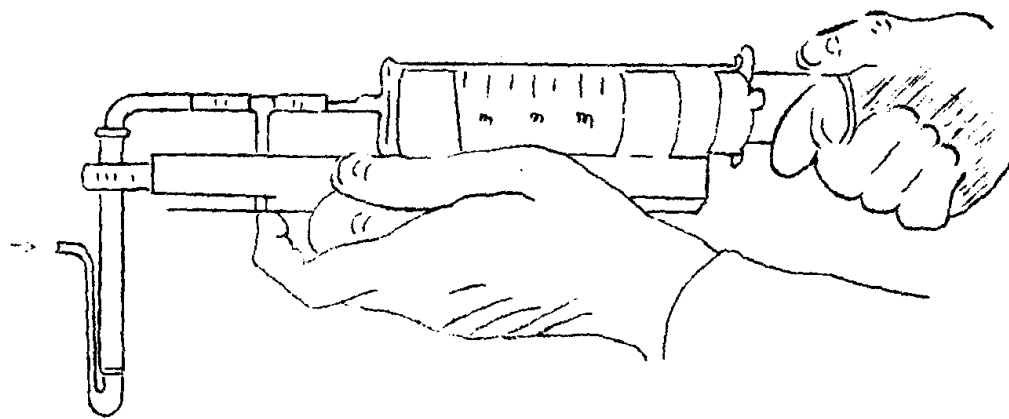

图15 注射器连接T形管，吸收管采样架，采样操作示意图。
2. 注射器法：利用100毫升注射器连接T形管（见图15）进行采样。方法是当采样时由于用手指压紧T形管侧臂管口，推入注射器时用另一手指向前捏住T形管与吸收管连接口，空气即从侧臂管压出，如此连续进行可代替抽气唧筒。